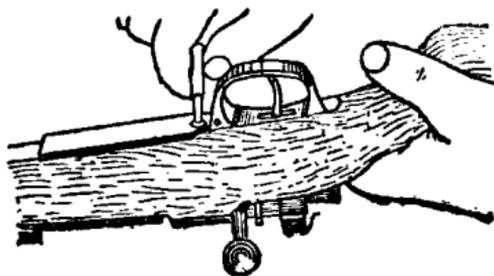

Рис. 8. Отделение крышки магазинной коробки.
4. Повернуть винтовку спусковой скобой кверху и нажать пулей патрона на защелку крышки магазинной коробки, оттягивая ее одновременно назад (рис. 8). При этом защелка освободит крышку магазинной коробки.